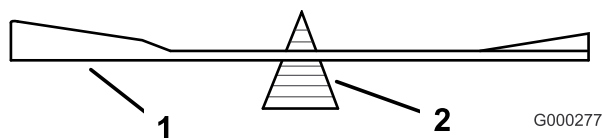
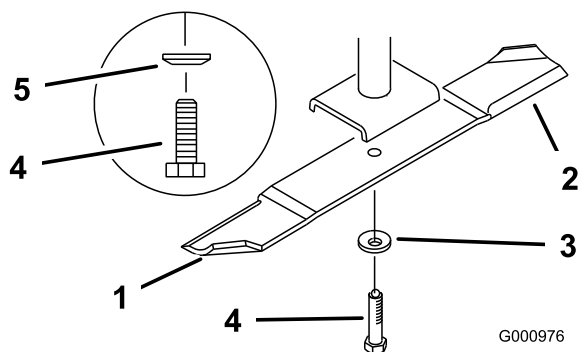

Figura 83
Figura 84
2. Retire del eje el perno de la cuchilla, la arandela de muelle y la cuchilla (Figura 84).
2. Verifique el equilibrio de la cuchilla colocándola sobre un equilibrador de cuchillas (Figura 83). Si la cuchilla se mantiene horizontal, está equilibrada y puede utilizarse. Si la cuchilla no está equilibrada, rebaje algo el metal en la parte de la vela solamente (Figura 84). Repita este procedimiento hasta que la cuchilla esté equilibrada.
1. Instale la cuchilla en el eje (Figura 84).
2. Instale la arandela de muelle y el perno de la cuchilla. El cono de la arandela de muelle debe estar orientado hacia la cabeza del perno (Figura 84). Apriete el perno de la cuchilla a 115–150 Nm.